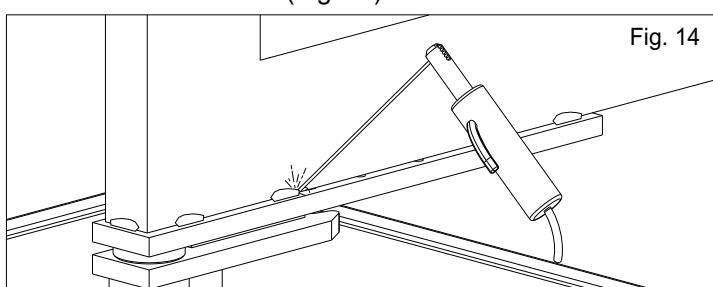

Fig. 14
3.2. soldar con cuidado el conjunto hoja a la hoja de la cancela realizando una fijación por tramos de aprox. 3-4 cm a lo largo de la superficie de contacto evitando la soldadura en las cercanías de los huecos que tienen rosca, ademas de hacer en modo que venga respetada la perpendicularidad con las asas de rotación (Fig. 14)